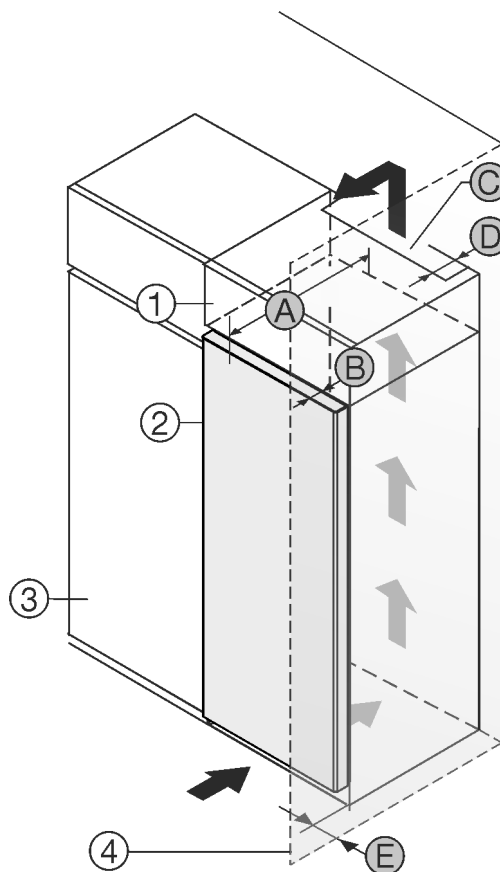

Fig. 1
- (1) Armadietto sovrapponibile *
- (2) Apparecchiatura *
- (3) Mobile da cucina *
- (4) Parete *
- (A) Profondità apparecchiatura *
- (B) Profondità porta *
- (C) Sezione di ventilazione *
- (D) Distanza lato posteriore apparecchiatura *
- (E) Distanza lato apparecchiatura *
È possibile posizionare l'apparecchiatura accanto a un mobile da cucina Fig. 1 (3).*
Sul lato posteriore dell'armadietto sovrapponibile deve essere presente un vano di scarico dell'aria con la profondità Fig. 1 (D) che attraversa l'intera larghezza dell'armadietto sovrapponibile.*
Sotto al soffitto deve essere presente la sezione di ventilazione Fig. 1 (C).*
Se si installa l'apparecchiatura con le cerniere accanto a una parete Fig. 1 (4), la distanza tra l'apparecchiatura e la parete deve essere di almeno 13 mm.*
Se si installa l'apparecchiatura con le cerniere accanto a una parete Fig. 1 (4), la distanza tra l'apparecchiatura e la parete deve essere di almeno 20 mm.*
Per poter aprire completamente la porta, installare l'apparecchiatura in modo che sporga dal frontale del mobile da cucina almeno della misura della profondità della porta Fig. 1 (B). L'apparecchiatura può sporgere ulteriormente a seconda della profondità dei mobili da cucina Fig. 1 (3) e dell'utilizzo di distanziatori a parete.*